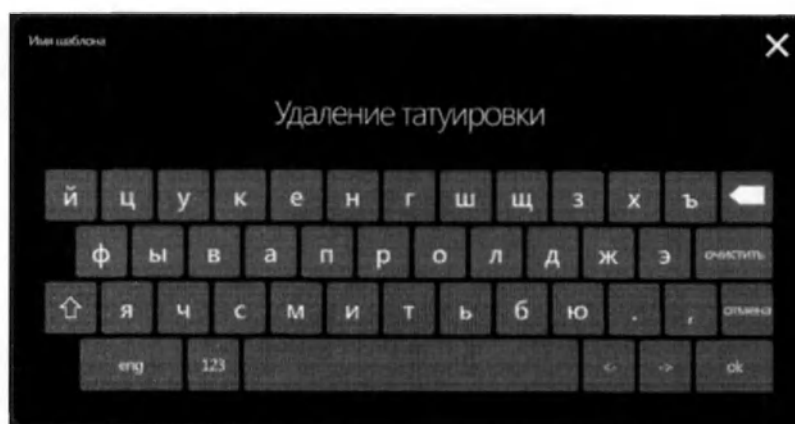

Рис.12.2 – Ввод названия шаблона
12.3. Вы можете сохранить шаблон с любым удобным для Вас названием, как показано на рис.12.2.